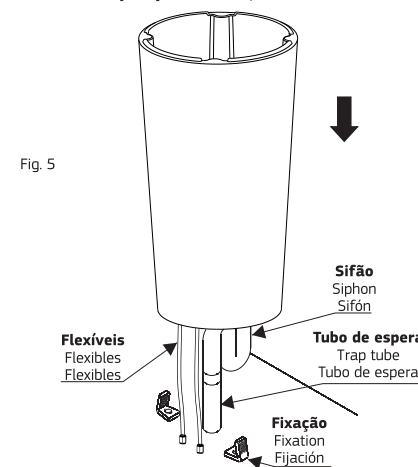

Fig. 5
6 Colocar a coluna em sua posição de instalação, verificar o nivelamento e fixá-la com as buchas plásticas e parafusos de fixação lateral (Itens 04 e 05), e colocar os acabamentos (Itens 06). Fig. 5.
Poner la columna en la posición de instalación, comprobar la nivelación y fijarla con los bujes plásticos y tornillos de fijación lateral (itens 04 y 05), y poner los acabados (item 06). Fig. 5.